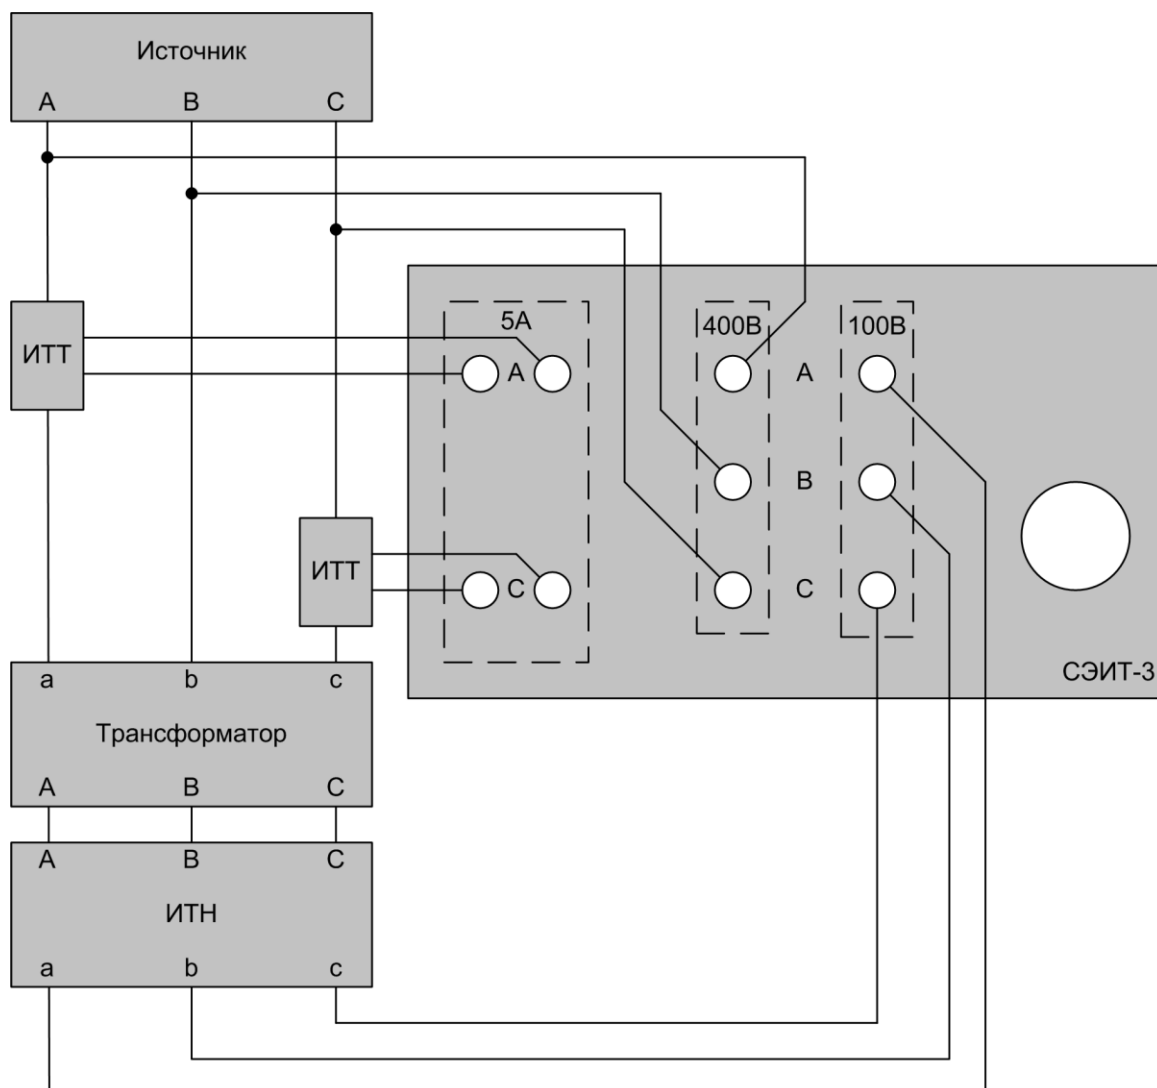

Рис. 5
2.5.1. Для проведения опыта ХХ нужно собрать измерительную схему рис. 5. **Внимание: нулевой провод не подключается!!**
2.6.1. Проверка КТ и группы соединения проводится на измерительной схеме для опыта XX, см. рис. 5.